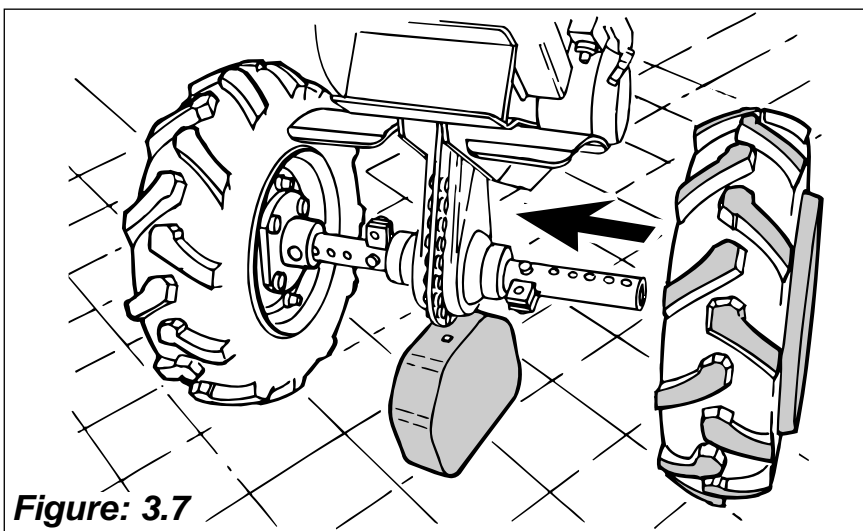

Figure: 3.7
8) Basculez la motobineuse sur la roue déjà pré monter repositionner le contre poids debout, sous la boîte afin de pouvoir monter l'autre roue (Figure: 3.7).